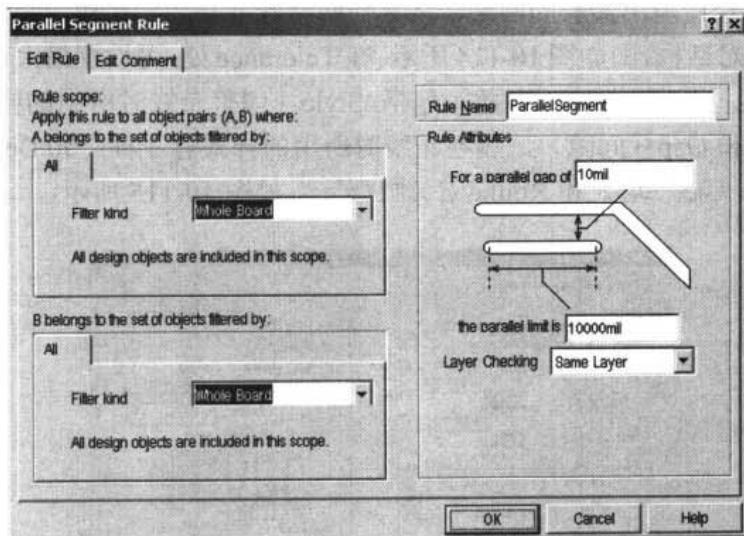

图 10-117 Parallel Segment Rule (平行走线参数) 设置对话框
- Parallel Segment Constraint: 平行走线参数。该规则用于设置两条平行线的间距值和走线平行长度阈值。其设置对话框如图 10-117 所示。